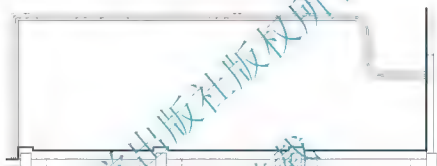

图 4.111 更改虚线的线型比例
(6) 在无命令状态下选择图 4.109 中的两条虚线(即灯带), 单击【标准】工具栏上的“特性”图标 , 打开【特性】面板, 将【线型比例】由“1”改为“0.5”, 然后关闭对话框, 如图 4.111 所示。
① 在选择多段线或 [多条(M)]: 提示下, 输入“M”后按 Enter 键, 表示一次要编辑多条多段线。
② 在选择对象: 提示下, 选择图 4.111 中的两条虚线后按 Enter 键。
③ 在输入选项 [闭合(C)/合并(J)/宽度(W)/编辑顶点(E)/拟合(F)/样条曲线(S)/非曲线化(D)/线型生成(L)/放弃(U)]: 提示下, 输入“L”后按 Enter 键, 表示要执行【线型生成】子命令。
④ 在输入多段线线型生成选项 [开(ON)/关(OFF)]: 提示下, 输入“ON”后按 Enter 键, 表示要打开线型生成。